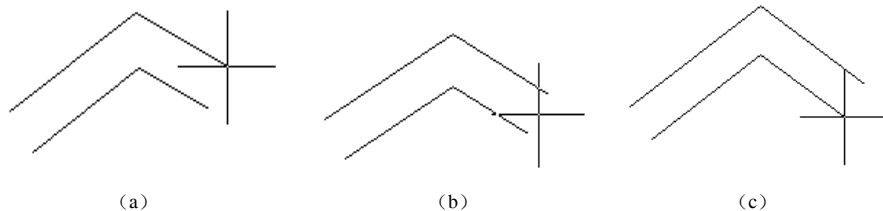

图 2-20 多线对正方式示例
设置对正方式，如图 2-20 所示。
上 (T)：该选项表示从左向右绘制多线时，多线上顶端的线将随着光标进行移动；当从右向左绘制时则相反。执行该选项后，返回上一级命令行，需要继续指定起点和下一点，如图 2-20 (a) 所示。
无 (Z)：选择该选项时，光标将随着多线的中间线移动，如图 2-20 (b) 所示。
下 (B)：该选项与“上”选项含义相反，如图 2-20 (c) 图所示。